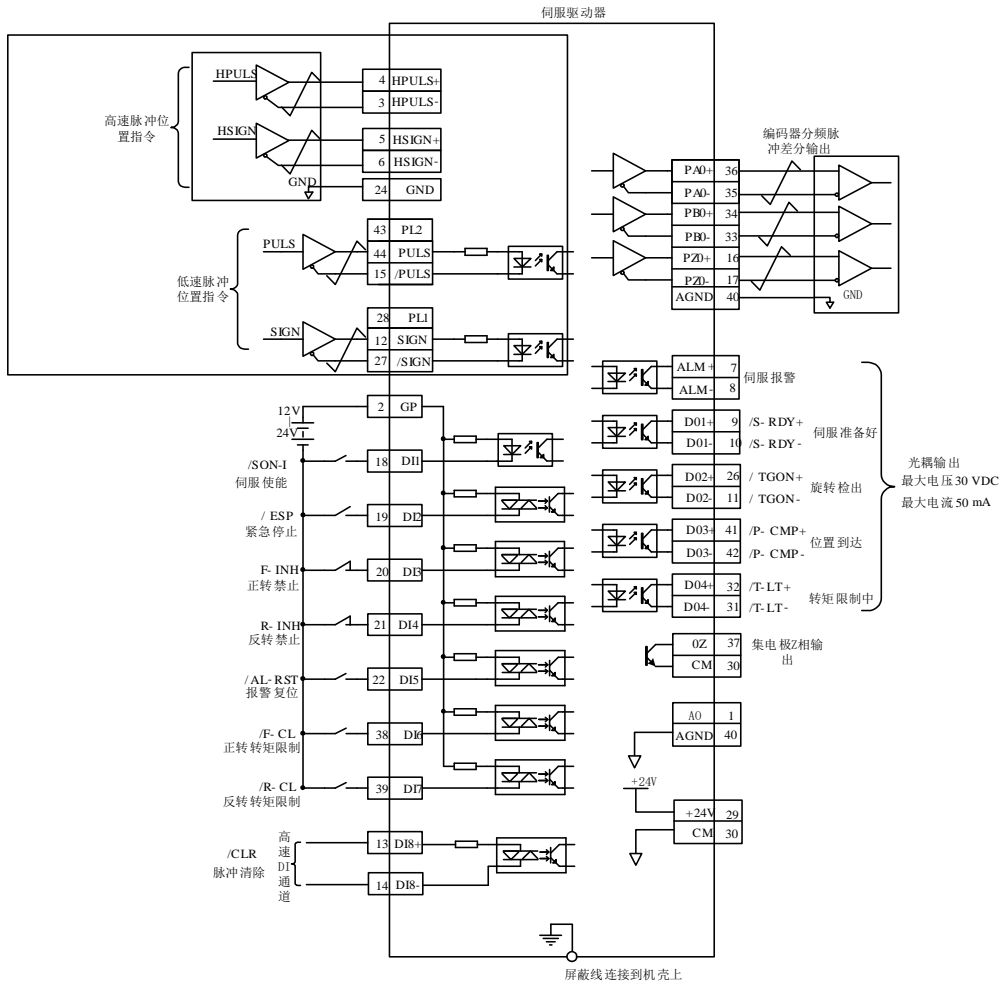

图 6.4.2 外部位置脉冲模式典型接线图
- ★参考图 6.4.2 或图 6.4.6 的配线说明，进行 DI/DO 信号的连线；